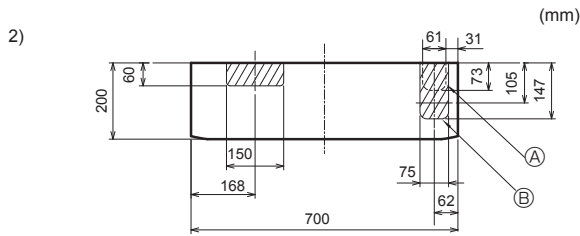

Fig. 3-8
2) Verrohrung rechts abwärts oder links abwärts (Fig. 3-8)